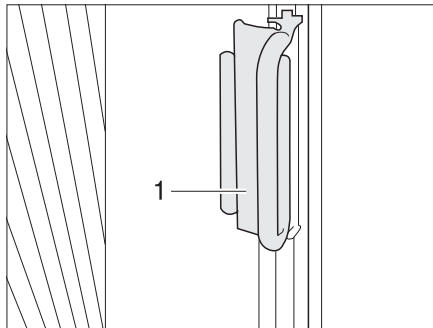

Fig. 81 Poignée du dispositif occultant plissé pour le pare-brise
- Saisir les dispositifs occultants plissés des deux côtés du pare-brise par les poignées (Fig. 81,2) et les tirer prudemment vers le milieu du pare-brise, jusqu'à ce que la fermeture magnétique maintienne le dispositif occultant fermé.